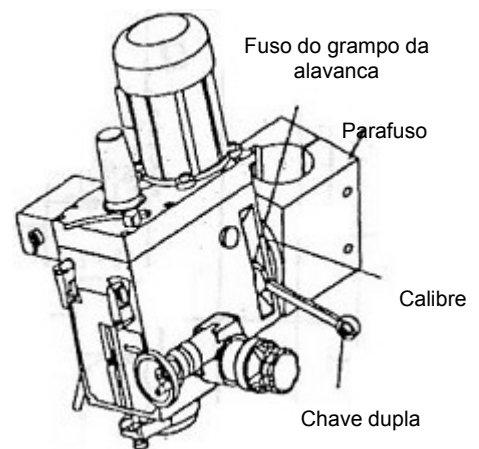

Fig. 5
(3) Rotação do cabeçote (veja a fig. 5)